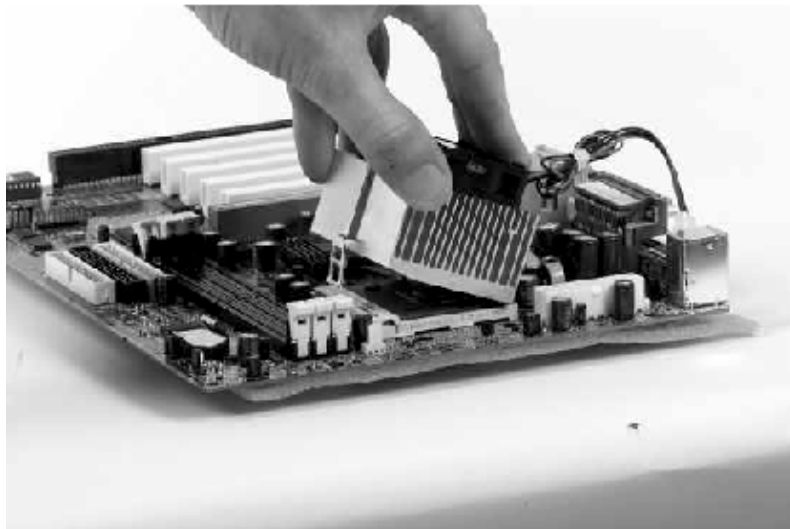

Abbildung 10: Der **FALSCHER WEG**, einen Kühlkörper auf einem Socket A AMD Prozessor zu installieren
10. Abbildung 10 den **FALSCHEN** Weg zum Einbau des Kühlkörpers. Sie dürfen den Kühlkörper nicht kippen und auf den Prozessor drücken, weil dabei die Gefahr besteht, daß Chip bricht. Setzen Sie statt dessen den Kühlkörper vorsichtig mit dem Boden annähernd parallel zur Oberseite des Prozessors auf. Wenn der Kühlkörper richtig installiert ist, sitzt er auf den vier Gummikissen. Der Kühlkörper kommt erst mit dem Prozessorchip in Kontakt, wenn der Haltebügel eingerastet wird.